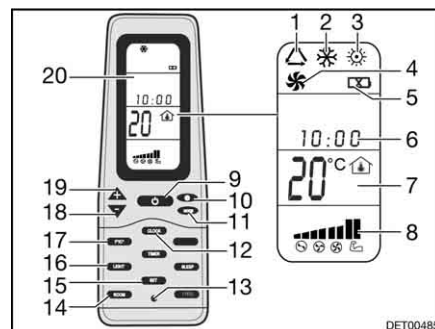

Bild 198 Fjärrstyrning
- Tryck på knappen ON/OFF (Bild 198,9).
- Tryck så många gånger på knappen "Mode" (Bild 198,11) tills önskad driftstyp (Bild 198,1, 2, 3 eller 4) visas på displayen (Bild 198,20).
- Ställ in önskad temperatur med knapparna "+" (Bild 198,19) och "-" (Bild 198,18).
- Med knappen Fläktvarvtal (Bild 198,10) väljs önskad fläktkapacitet.